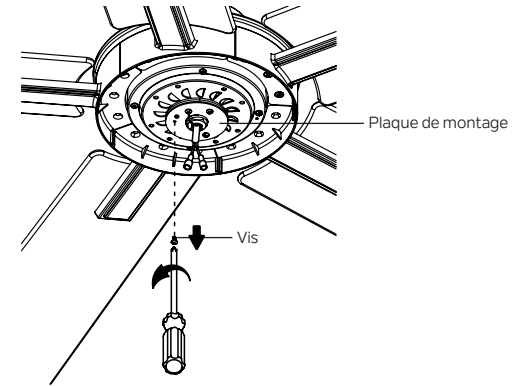

Fig. 20
Étape 1. Retirez la vis marquée d'une étiquette à points sur la plaque de montage et conservez-la pour une utilisation ultérieure. Desserrez les deux autres (ne les retirez pas). (Fig.20)